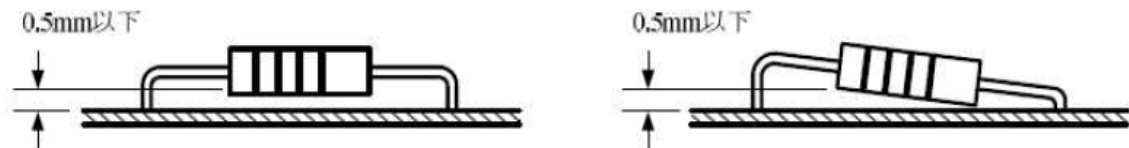
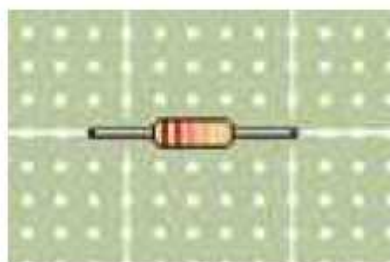
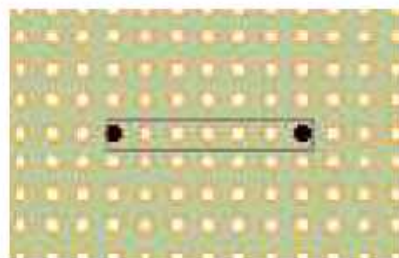

図8 部品の浮き上がり
図9 部品面
図10 ハンダ面
- ① 炭素皮膜抵抗器、スズメッキ線は、ユニバーサル基板にほぼ密着させて取り付けること。なお、浮き上がり限界は、図8に示すとおりとする。また、抵抗の取り付けピッチは6ピッチとする。（図9，図10参照）